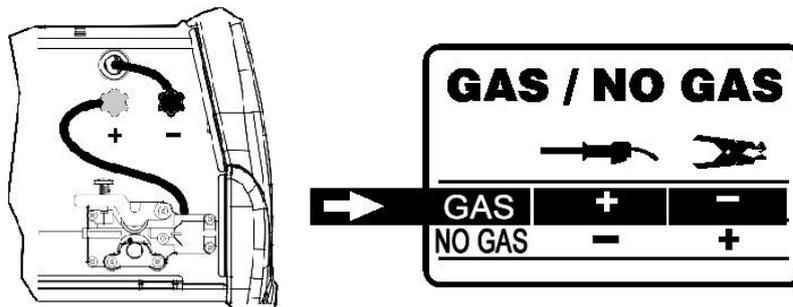

Рис. 6
- Соедините кабель горелки, поступающий от устройства подачи проволоки к положительной клемме (+) красного цвета (См. Рис. 6).